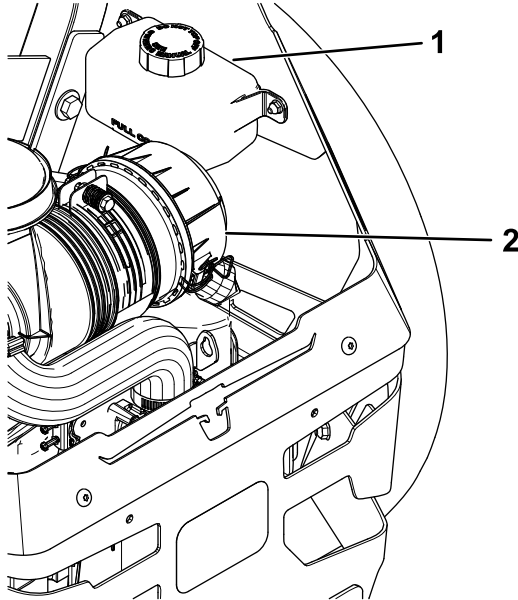

Figure 79
2. Vérifiez le niveau dans le vase d'expansion et faites l'appoint d'huile Toro® HYPR-OIL™ 500 au besoin pour faire monter le niveau jusqu'au repère maximum à froid (FULL COLD) (Figure 79).